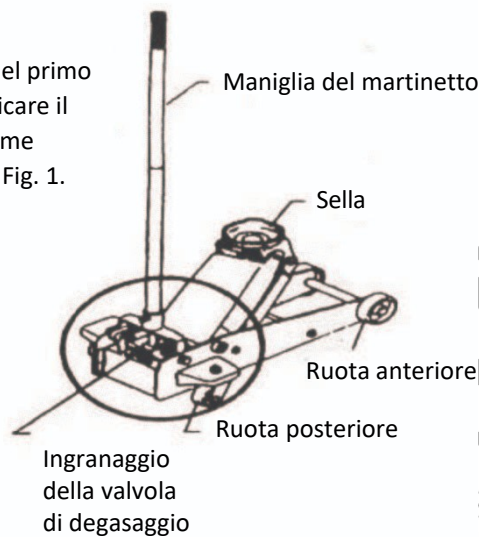

Fig. 1
**Nota:** Prima del primo utilizzo, lubrificare il martinetto come indicato nella Fig. 1.